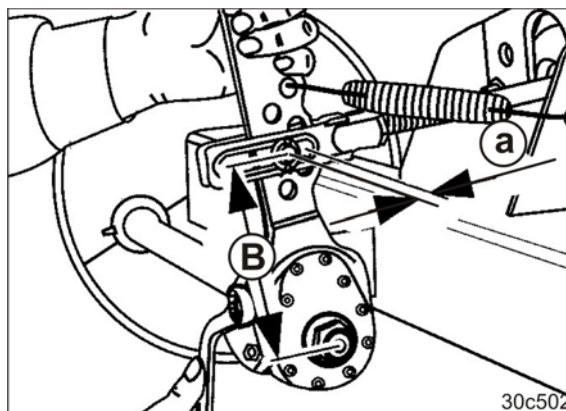

Fig. 338
1. Aktivér forbindelsesindstilleren manuelt (Fig. 338) i trykretningen.
2. Mål langslag-membrancylinder-trykstangens passive vandring (Fig. 338/a).
Den passive vandring (Fig. 338/a) må være maks. 35 mm.
Indstil den passive vandring (Fig. 338/a) til 10-12 % af bremsearmens længde (Fig. 338/B).